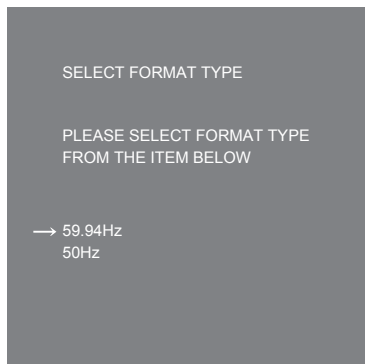

図 1
- 3 ジョグダイヤルボタンを回して設定したい周波数にカーソル (矢印) を移動させる。(図 1)